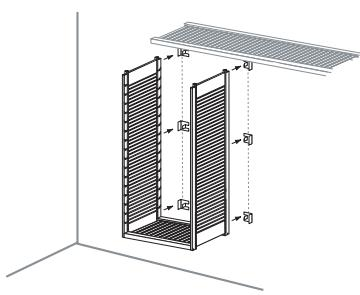

**FIG. 3.2**
3. Seleccione el estante (C) e inserte las tuercas de leva en su lugar (Fig. 3.2)